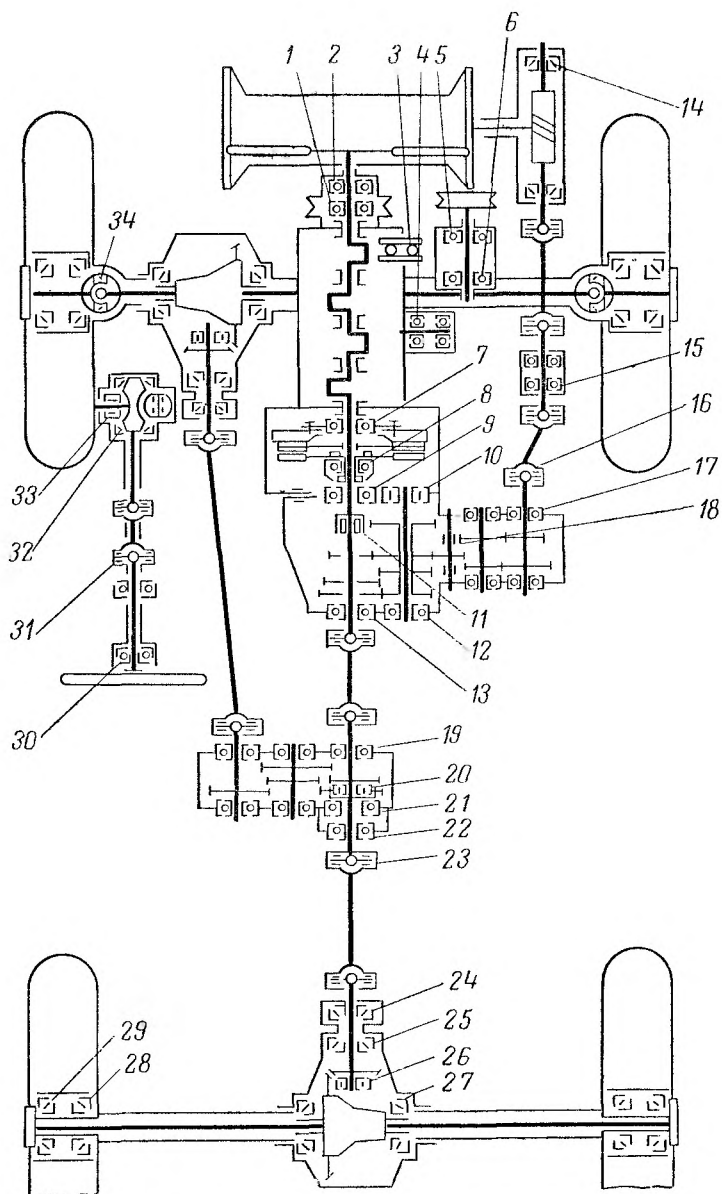

Рис. 176. Схема расположения подшипников автомобиля ГАЗ-66-02
| Номер позиции по рис. 176 (175) | Место установки подшипника         | Обозначение подшипника | Тип подшипника                         | Количество на 1 автомобиль | Размеры подшипника мм |                  |        |
| Номер позиции по рис. 176 (175) | Место установки подшипника                                                                              | Обозначение подшипника | Тип подшипника                         | Количество на 1 автомобиль | Размеры подшипника, мм |                  |        |
| Номер позиции по рис. 176 (175) | Место установки подшипника                                        | Обозначение подшипника | Тип подшипника                              | Количество на 1 автомобиль | Размеры подшипника, мм |                  |        |